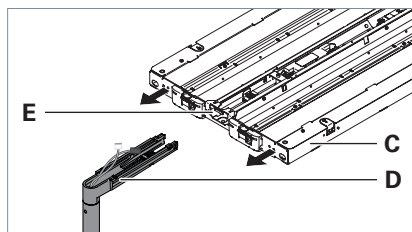

Fig. 2: Montaggio della testa dell'apparecchio d'illuminazione su braccio portante.
- Spingere il telaio dell'apparecchio **C** sul braccio portante **D** e condurre i fili attraverso il foro **E** sul lato del telaio, vedi Fig. 2.